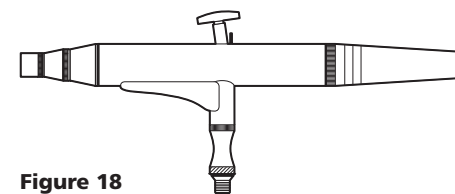

Figure 18
5. Enlever la tête en tournant au sens contraire des aiguilles d'une montre avec une clé à ouverture variable. Voir Figure 18.